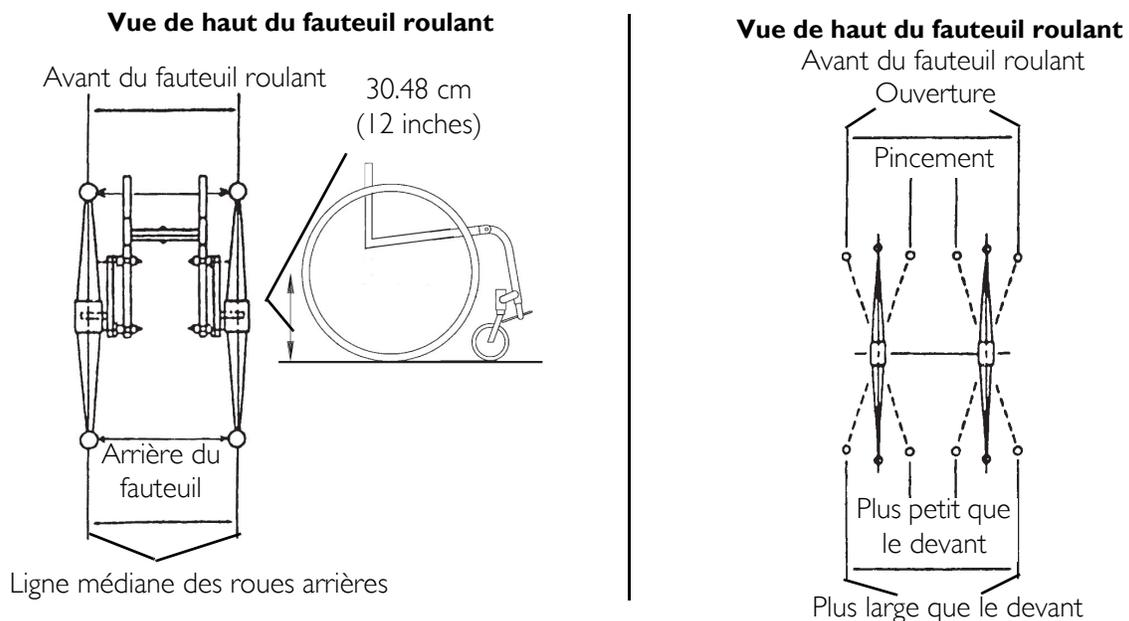

FIGURE 8.13 Ajuster l'empattement des roues (Ajuster le centre de gravité) Mesurer la ligne médiane des roues arrières
REMARQUE : Pour cette procédure, se reporter à la FIGURE 8.13.
2. Mesurez la distance entre les lignes médianes de l'avant et de l'arrière des roues arrières à approximativement 30,48 cm (12 inches) du sol FIGURE 8.13.
- Si la mesure de la ligne médiane arrières est plus PETITE que la mesure médiane avants, il existe une situation D'OUVERTURE (FIGURE 8.13).
- Si la mesure arrière de la ligne médiane des roues arrières est plus GRANDE que la mesure médiane avant, il existe une situation de PINCEMENT (FIGURE 8.13).